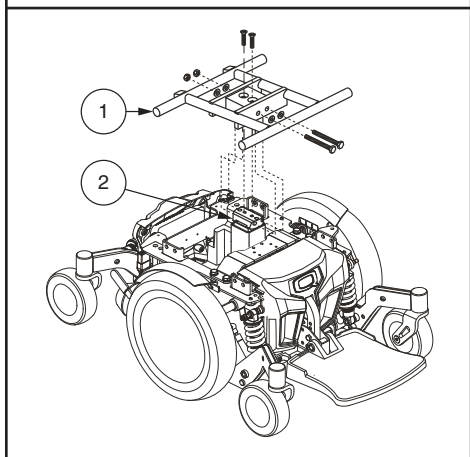

Figura 8. Attuatore dell'elevazione elettronica della seduta
1. Posizionare la staffa di interfaccia della piastra del sedile sull'attuatore. **Vedere la figura 8.**